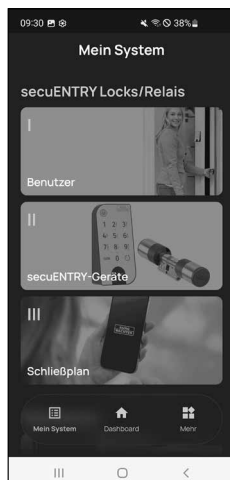

Fig. 8
- ⑤ Ora è possibile uscire dal menu (I - Benutzer) (I - Utente). Tornare al menu "Mein System" (II mio menu) (Fig. 8).